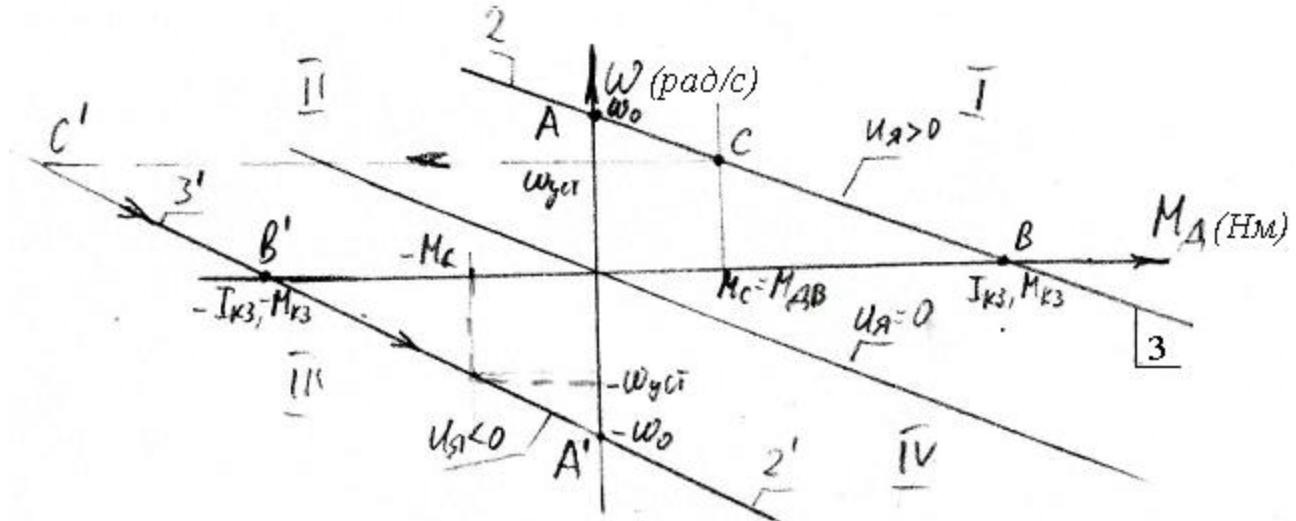

Рис. 1
**Вопрос 8.** Механические характеристики ДПТНВ располагаются в 4-х квадрантах (рис. 1). Выберите правильные ответы, характеризующие работу двигателя.